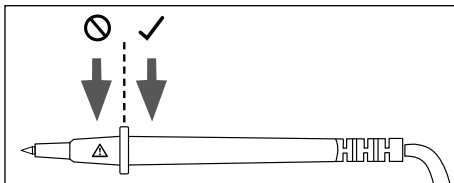

Fig. 3
- Țineți instrumentele de măsurare ⑥ numai în zona de prindere prevăzută (a se vedea fig. 3). Zona cu simbolul de avertizare ⚠️ nu trebuie să fie atinsă, în caz contrar, există pericolul de electrocutare în timpul măsurătorii!